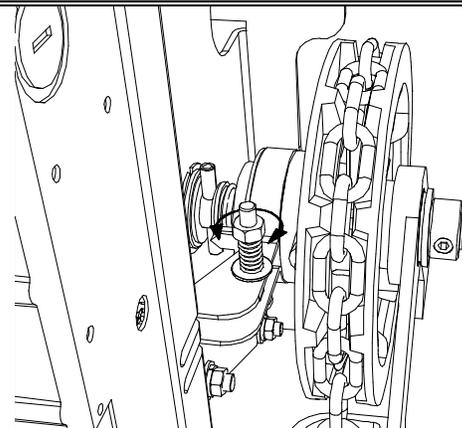

Figure 23 Réglage du système d'enclenchement de la manœuvre manuelle
3. Le système d'enclenchement automatique du palan est réglé en atelier. Il peut arriver qu'un ajustement soit malgré tout requis sur chantier. Ce réglage est rendu nécessaire lorsqu'une traction sur la chaîne de plus de deux pieds est sans effet sur la porte. Visser alors par  $\frac{1}{4}$  de tour (sens horaire) l'écrou du système de réglage (voir Figure 23 jusqu'à ce que le palan enclenche après traction de un pied de chaîne. Si cet écrou est trop serré, l'effet se traduira par un effort à la manœuvre (effort de traction sur la chaîne) trop élevé.